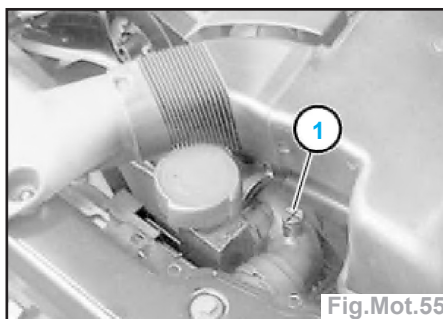

Fig.Mot.55
- Desserrer la vis de purge (1) (Fig. Mot.55).